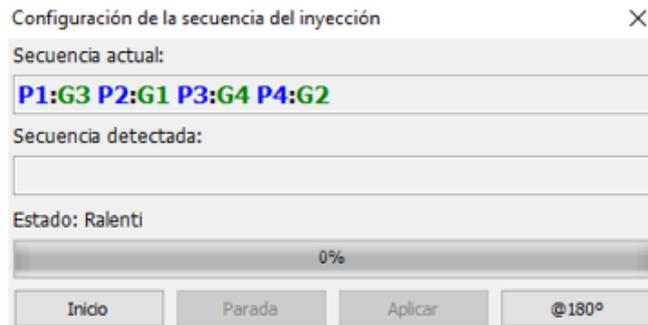

Figura 13 Configuración automática de la secuencia de inyección
- **Configuración** – la nueva ventana abierta (Figura 13) permite realizar una comprobación automática y un cambio automático de la secuencia de la inyección de